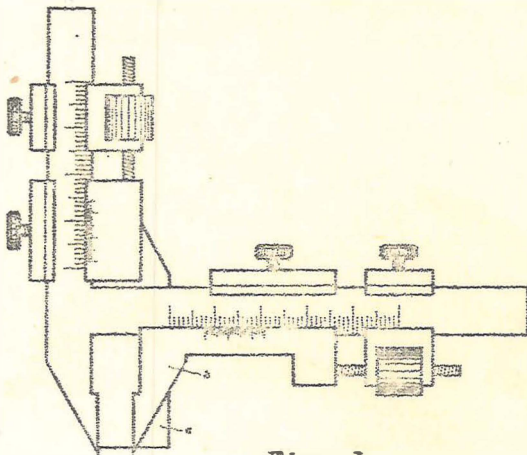

Fig. 1
- La medición se hace con un pie de rey especial (calibrador), que consta de dos piezas correderas, una horizontal y otra vertical (Fig. 1).